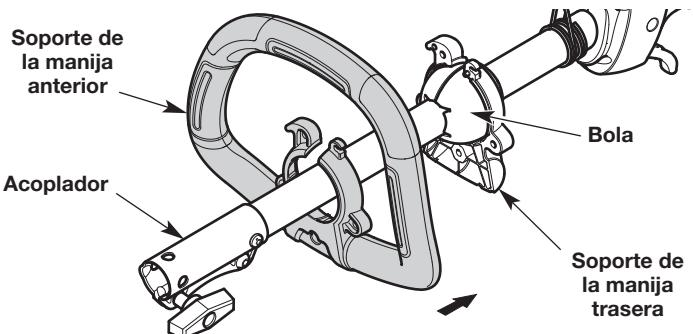

Fig. 7
- Deslice el soporte de la manija trasera hacia la parte posterior de la bola y fíjelo (Fig. 7).
- Maniobre cuidadosamente el soporte de la manija delantera hacia el acoplador y deslícelo hacia la parte anterior de la bola (Fig. 7). Junte los soportes de la manija delantera y trasera.